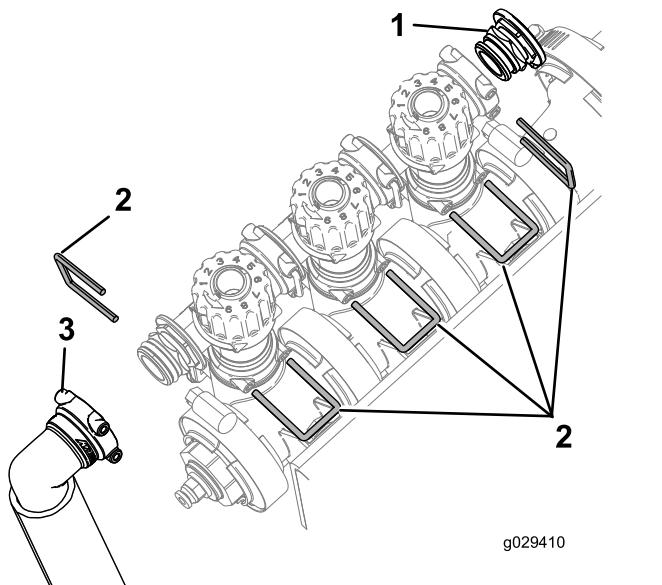

図 10
3. ブームバイパスバルブ・クラスタアセンブリ、エンドキヤップ、フィッティングホースアセンブリを保持しているリテーナを 図 10.